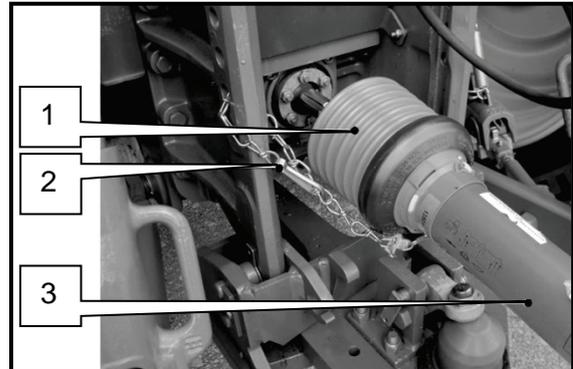

Fig. 107 Dispositivo de protección del árbol articulado
- ➔ Compruebe los dispositivos de protección del árbol articulado en cuanto a montaje, funcionamiento e integridad correctos (Fig. 107).